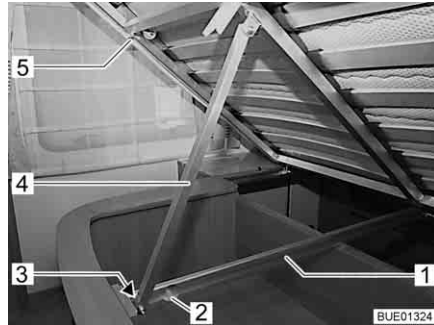

Fig. 127 Cama fija
- Levantar el somier (Fig. 127,5) y empujarlo hacia arriba hasta que el apoyo (Fig. 127,4) se desplace por el riel guía (Fig. 127,1) hasta el final (Fig. 127).
- Levantar el somier (Fig. 127,5) y empujar el apoyo (Fig. 127,4) por el extremo inferior hacia atrás. Al hacerlo, prestar atención a que la ruedecilla (Fig. 127,3) del extremo del apoyo no se salga por la abertura de extracción (Fig. 127,2) del riel guía (Fig. 127,1).